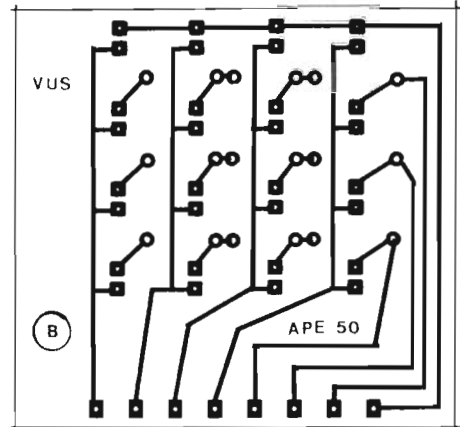

Fig. 3
- **FIG. 3 - LAY OUT DO CIRCUITO IMPRESSO ESPECÍFICO - PLACA "B"** - A placa que conterá os LEDs é também simples na sua configuração de ilhas e pistas... Não se esqueçam do recomendado rigor mecânico (posicional, dimensões, afastamentos, etc). Observar a barra de 8 contatos (na borda inferior da figura), correspondente aos pontos de "casamento" com a outra placa (A). Assim